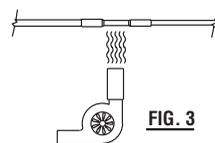

FIG. 3
6. Après la vérification de l'installation, envoyez de l'air chaud avec un pistolet\*\* sur les connecteurs thermorétractables, du centre vers les extrémités, jusqu'à ce que les manchons se rétrécissent et que l'adhésif s'écoule. Laissez refroidir avant d'inspecter l'épissure et de vérifier l'intégrité de l'assemblage. Voir Fig.3.